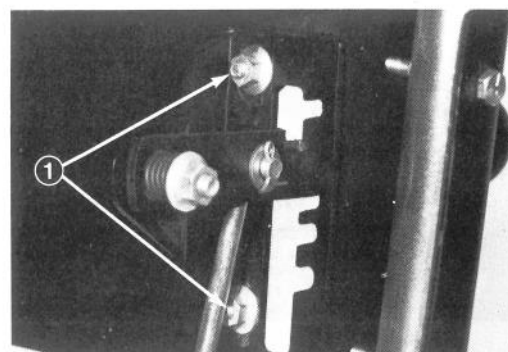

Abb. 36
2. Bundmuttern, welche Schalterplatte an die Schildplatte befestigen, lösen. Somit kann die Schalterplatte einwandfrei bewegt werden (Abb. 36).